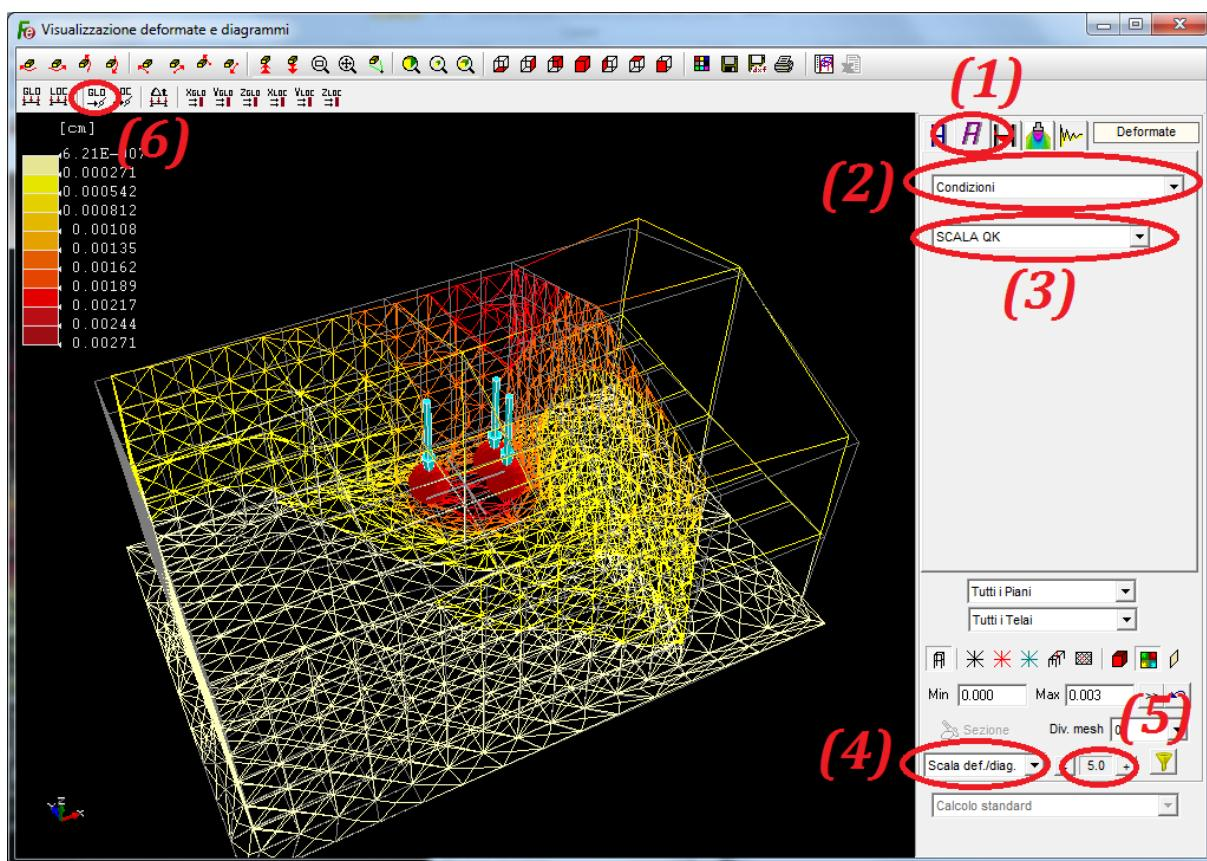

Figura 41
Con riferimento alla figura 41 dall'ambiente principale di FaTA-E cliccare (1) sul tasto “*Calcolo*”. Verrà avviata la finestra omonima (2) che mostrerà in tempo reale la fase di avanzamento delle analisi e verrà chiusa automaticamente al termine delle stesse.